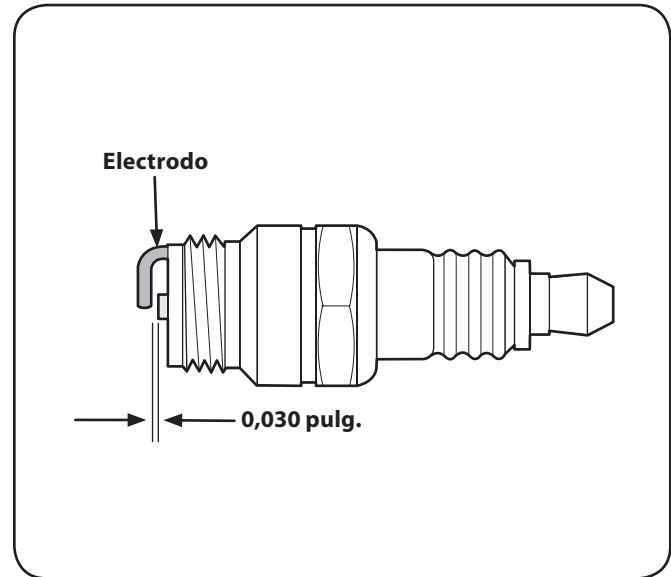

Figura 6-7
3. Mida la separación de bujía con un calibre. Corrija de ser necesario torciendo el electrodo lateral. Vea la Figura 6-7. La separación debe establecerse en 0,030 pulg.